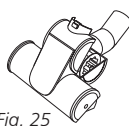

Fig. 25
- 1 Faites glisser le levier de verrouillage (a) vers l'avant et inclinez doucement le capot de la brosse vers le haut afin de le retirer. (Fig. 25)